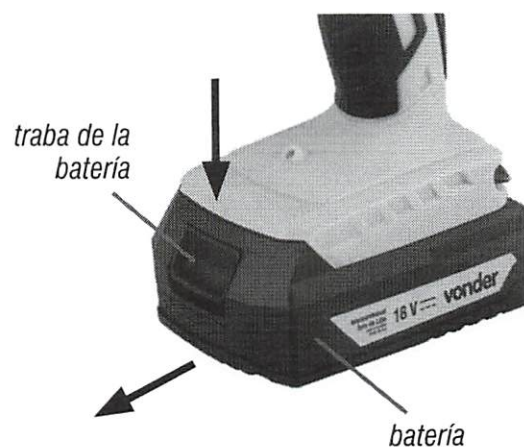

Fig. 2 – Cómo quitar la batería
2. Para extraer la batería, presione la traba y luego extraiga la batería como se muestra en la Fig. 2.